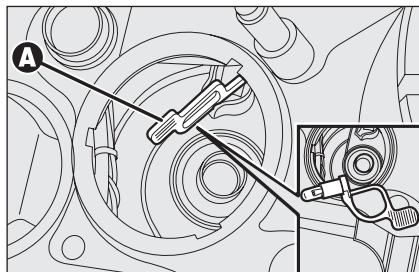

fig. 27
- ☐ tire de la lengüeta **A-fig. 27**, saque la lámpara y sustitúyala;